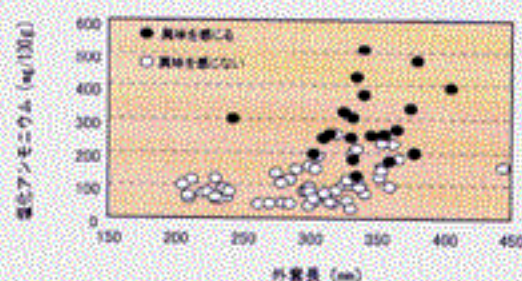

図1 アメリカオオアカイカの外套長と胴肉中の塩化アンモニウムの関係
- ① アメリカオオアカイカの化学成分値と食べたときに感じる異味（官能評価）を比較したところ、塩化アンモニウム含量の多少が異味の有無と密接に関係していた（図1）。